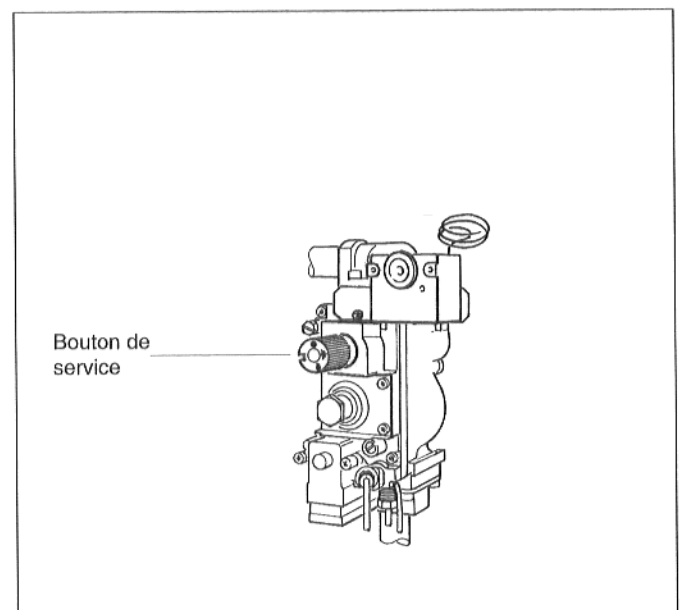

Fig. 32
- Tourner le bouton de service du bloc gaz du brûleur dans le sens des aiguilles d'une montre jusqu'en butée (fig. 32) (jusqu'au symbole "Point", appuyer légèrement en tournant).